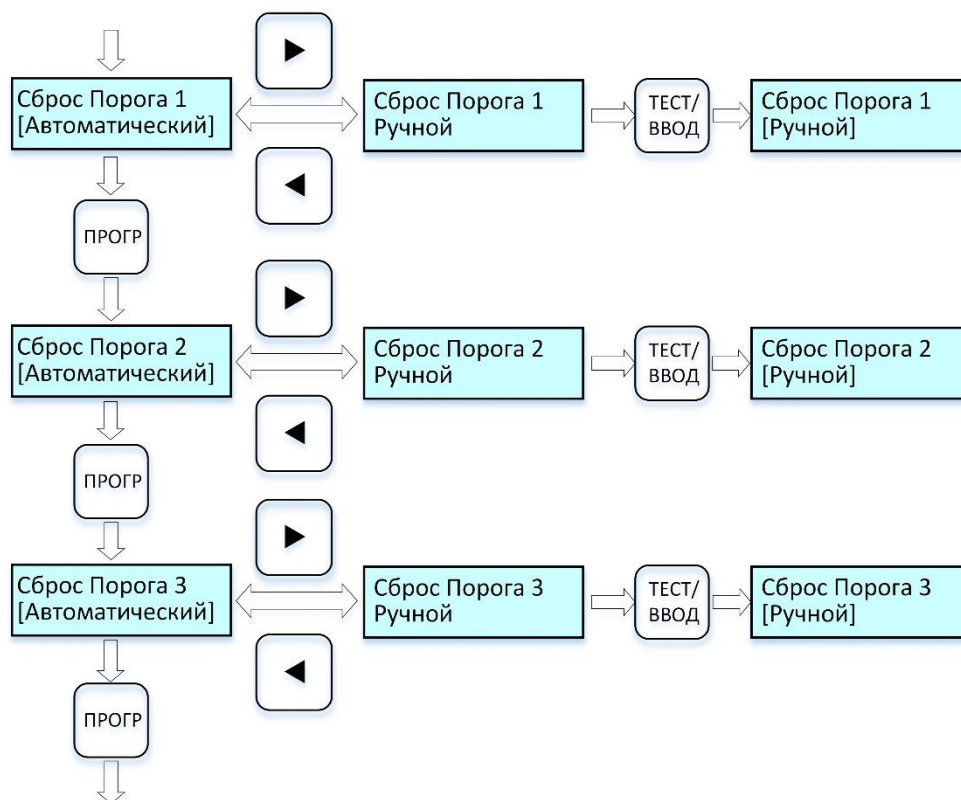

Рисунок 14 – Циклограмма выводимых сообщений на дисплей при настройке режима сброса флагов срабатывания порогов
2.6.5.10 Для **настройки режима сброса флагов срабатывания порогов 1, 2 и 3** выполнить действия по п. 2.6.5.1 (при необходимости), далее по циклограмме рис. 14.